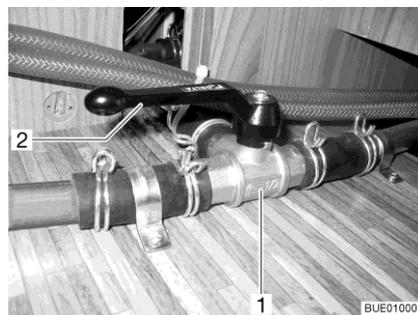

Fig. 219 Válvula de 3 vías
- Poner la palanca (Fig. 219,2) de la válvula de 3 vías (Fig. 219,1) en posición paralela al sentido de flujo recto (Fig. 219).
- Poner la palanca (Fig. 219,2) de la válvula de 3 vías (Fig. 219,1) en posición transversal al sentido de flujo recto.